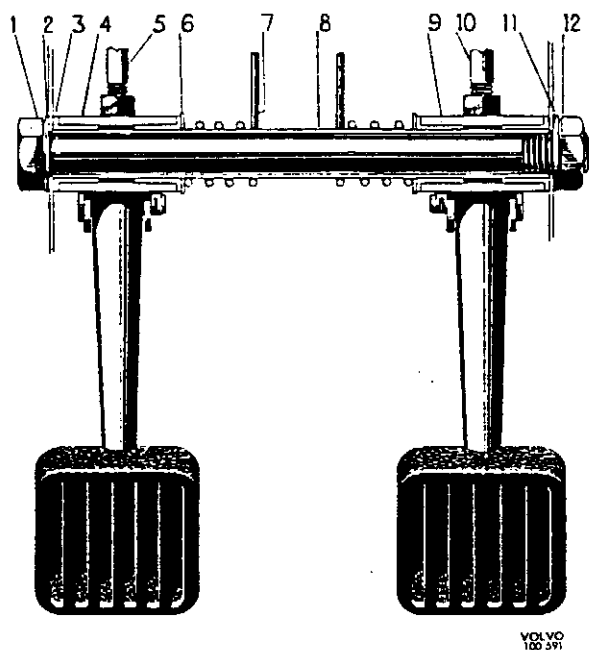

Abb. 32 Pedalaufhängung, 120, 1800, Ausf. II
1. Splinte und Bolzen in den Pedalen entfernen. Rückzugfedern aushängen. Schraube und Mutter (Ausführung II, die Ausführung I hat zwei Schrauben) für die Pedalachse (8, Abb. 32) lösen. Pedale (4, 9) und Achse herausnehmen.
2. Buchsen (3) mit einem geeigneten Dorn heraus schlagen. Die neuen Buchsen einpressen.